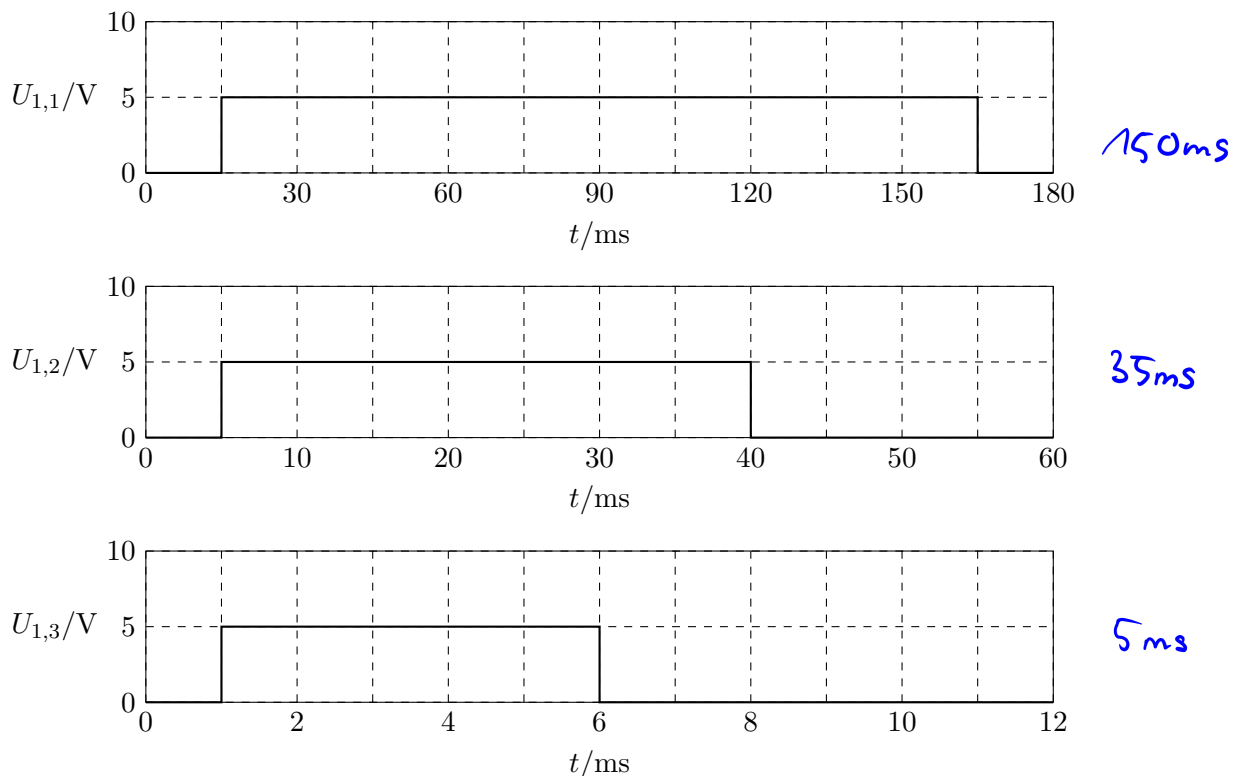

Abbildung 7.15: Verläufe $U_{1,n}$, $n = 1, \dots, 3$, für den Strang 1.
- Bestimmen und zeichnen Sie die Stromverläufe $I_{1,n}(t)$, $n = 1, \dots, 3$, für die Verläufe der Strangspannung $U_{1,n}$, $n = 1, \dots, 3$, im Strang 1 aus der Abbildung 7.15. Die innere Spannung U_{i1} wird dabei als Null angenommen.